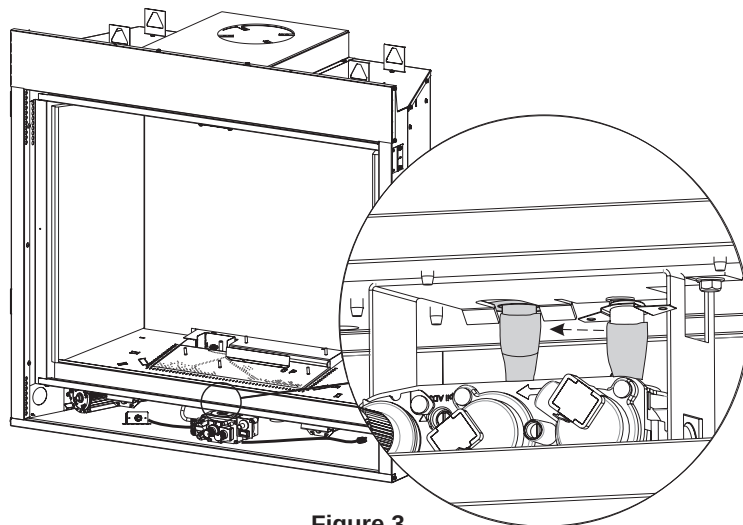

Figure 3
5. Installer le thermodisque en l'enclenchant dans le support prévu à cet effet sous l'ensemble de soupape de brûleur. Voir **Figure 3**.